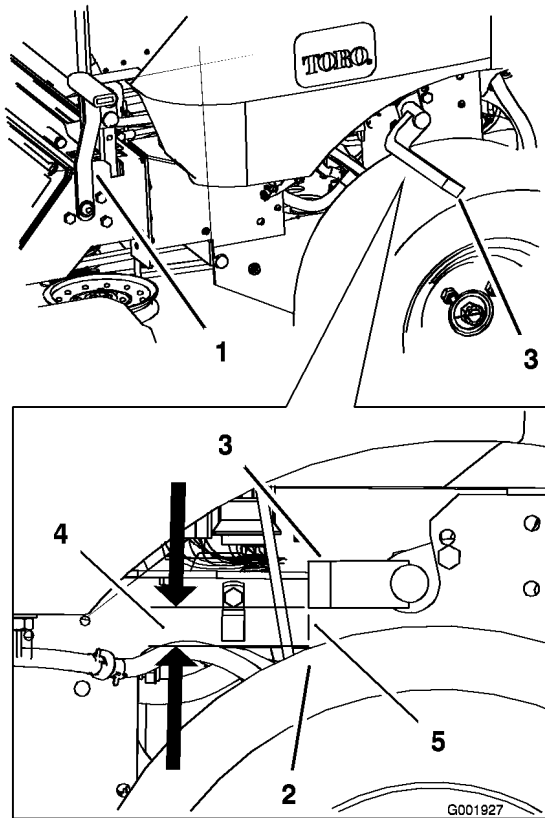

Figure 48
5. Enlevez les deux goupilles fendues de la timonerie de frein (Figure 48).
7. Mesurez la distance verticalement entre l'avant de la barre de frein et le sommet du pneu ; la distance doit être comprise entre 22 et 25 mm. (Figure 48).
9. Serrez le frein de stationnement, le levier relevé, et vérifiez que la barre de frein s'engage avec le pneu (Figure 48).
10. Mesurez la longueur du ressort ; les rondelles doivent être distantes de 74 mm (Figure 48).